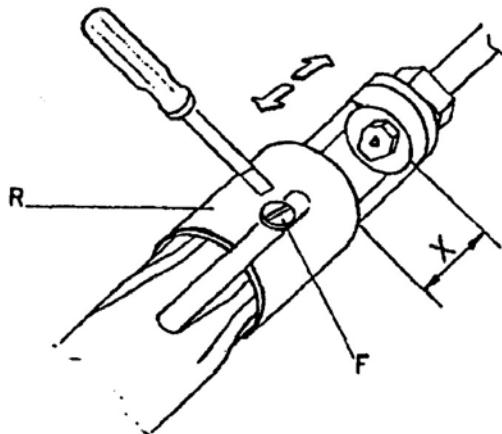

fig. 14
空氣調整須在燃燒器已點火並將爐火開到最大的情況下進行。將螺絲“F”放鬆，利用圖 Fig.14 上的 R 套管來調整燃燒器的空氣，當”X”開口愈大，所得的空氣愈多，請調整至適當位置。完成調整時，將螺絲“F”固定於套管“R”上。
- A. 空氣過量時的爐火：此時爐火小而稀薄。將圖 Fig.14 之套管 R 往前移。(X 值變小。)
- B. 空氣不足時的爐火：此時爐火不規則並帶黃色條紋。將 Fig.14 之套管 R 往後移。(X 值變大。)
- C. 正常爐火：顏色為淡藍色。Fig.14 (X 值正常。)